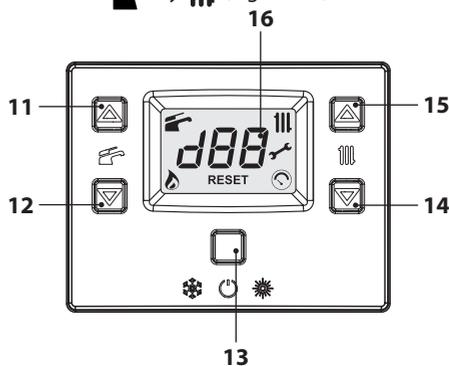

Figura 2.3
- Mantenga pulsado durante 2 segundos el botón 13 hasta que aparezcan en el display los símbolos  y  (Figura 2.3).